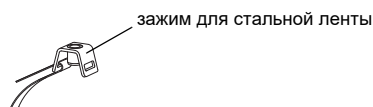

Рис. 8.34: Стальная лента с замком для стальной ленты
- Протяните около 100 мм стальной ленты через паз зажима для стальной ленты и загните ее конец (смотри Рис. 8.34).